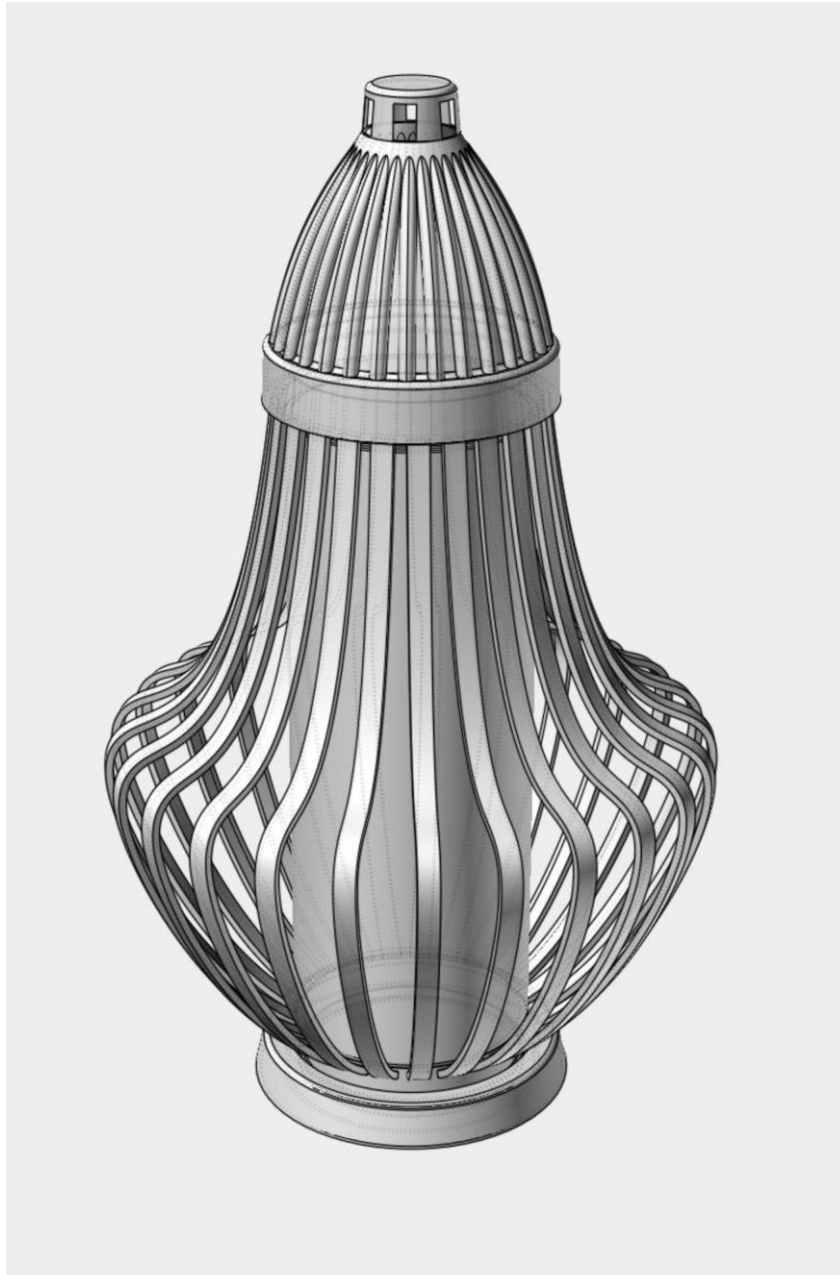

fig. B2
- osłonie klosza przekrój kwadratowy ilustracja fig. B2